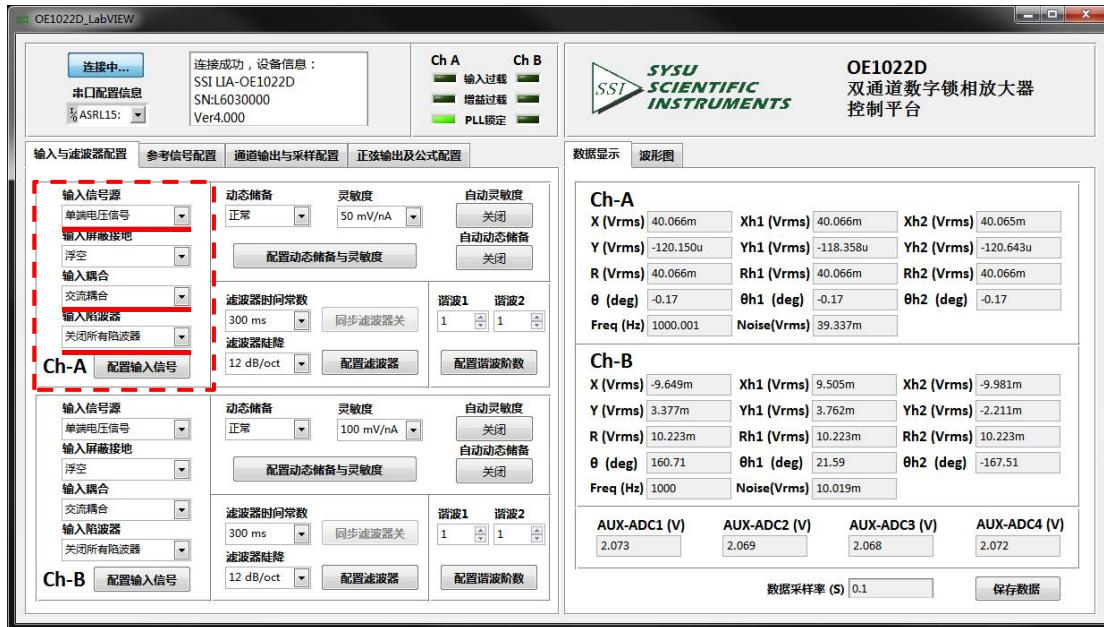

图 74. 输入信号配置图
①首先根据表 17，在输入信号配置中选择输入信号类型、输入耦合方式和是否开启陷波器，其它选项默认，如下图 74 所示，最后需要点击“配置输入信号”，以完成输入信号的配置：